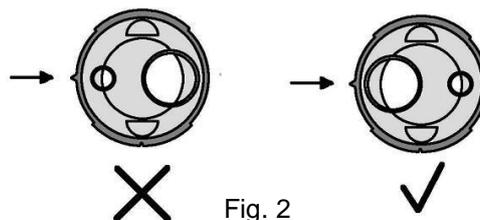

Fig. 2
2. Verifique se a saliência triangular da porca da ponta aplicadora está posicionada diretamente sobre o orifício maior (fig. 2). Se não estiver, segure na tampa da ponta aplicadora e rode a porca para posicionar a saliência triangular sobre o orifício maior.